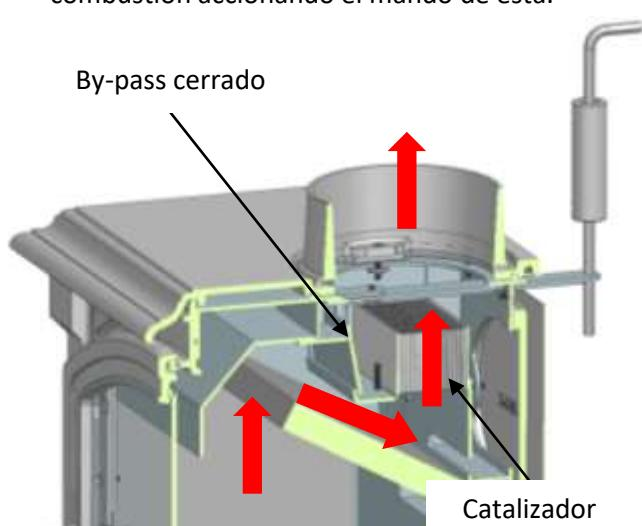

Fig. 19
5. Cuándo el fuego esté estabilizado, posicione la palanca de combustión en la posición de funcionamiento con leña (punto "A"), después ajuste el mando de combustión a la posición deseada de forma manual o bien utilizando el mando a distancia pulsando las teclas "OFF/LO" u "ON/HI". Si dispone del sistema Catalytic Hybrid Woodbox, cierre el by-pass para que todos los gases pasen a través del catalizador (Fig. 19) y conseguir así la máxima eficiencia de la estufa.